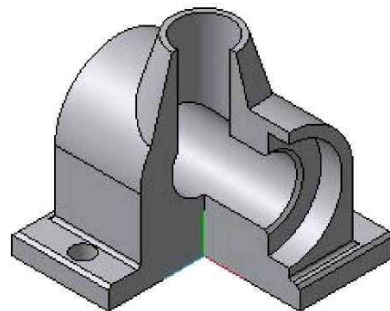

Рис. 1
**Задание.** Создать модель корпусной детали с сечением по двум видам детали (рис. 1).